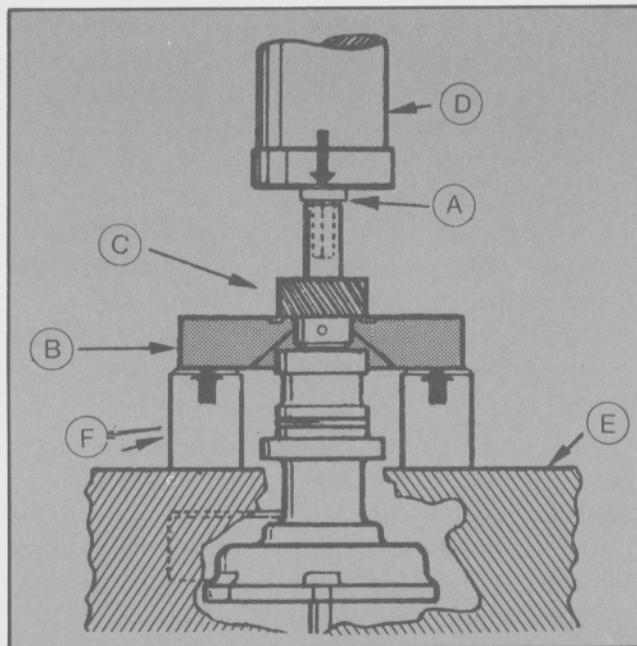

Fig. 31 - Desmontaje del engranaje conductor.
- Colocar la herramienta T74G-12390-BAS sobre la base de una prensa, apoyar el engranaje conductor sobre él, e introducir la herramienta T52L-12390-CAD en el extremo del eje. Accionar la prensa y extraer el engranaje del eje y el eje (Fig. 31).